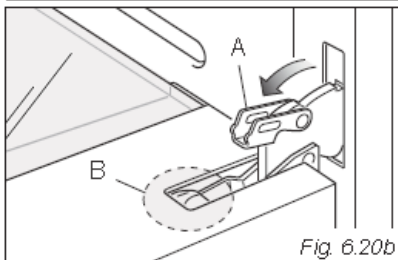
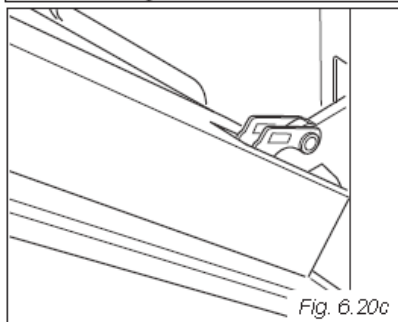

Fig. 6.20b
Fig. 6.20c
- b. Abra a alavanca "A" completamente nas dobradiças esquerda e direita (fig. 6.20b).
- c. Feche suavemente a porta (fig. 6.20c) até que as alavancas da dobradiça esquerda e direita "A" fiquem enganchadas na parte "B" da porta (fig. 6.20b).